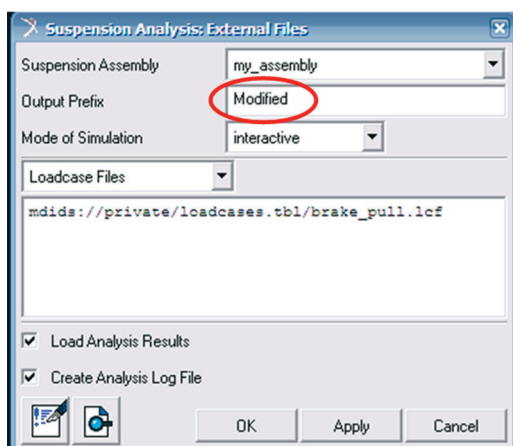

Figura 4.199 – Alterando o nome do arquivo de saída da simulação.
- A janela *Suspension Analysis: External Files* será aberta. No campo *Output Prefix* escreva *Modified* (Figura 4.199).